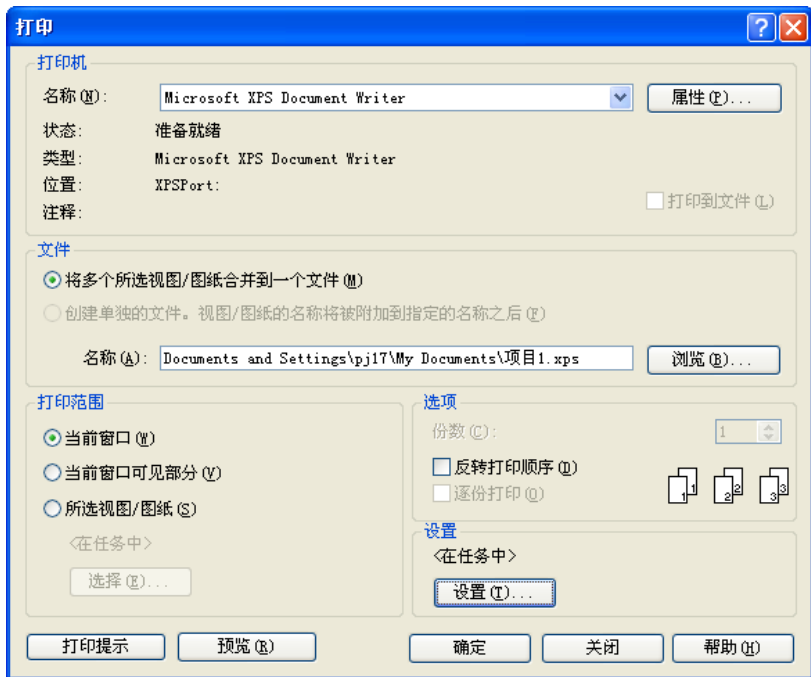

图 8-16
- 2) 单击菜单栏“文件”-“打印”命令, 弹出“打印”对话框 (如图 8-16 所示)。
**【注意】** Revit 打印机、绘图仪驱动在 Windows 的“设备和打印”中添加；添加完毕后在图 8-16 界面下将可选择相应的打印设备。